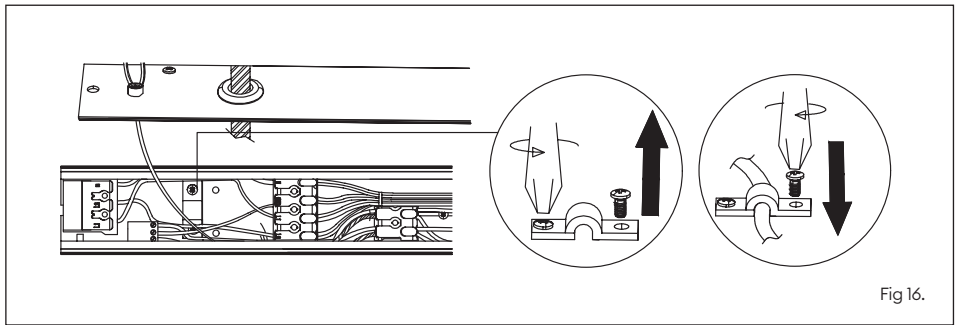

Fig 16.
7. Secure the cable in the cord grip (Fig 16.)
7. Fixez le câble dans le serre-câble (fig. 16).
7. Fissare il cavo nella presa per cavi (Fig. 16).